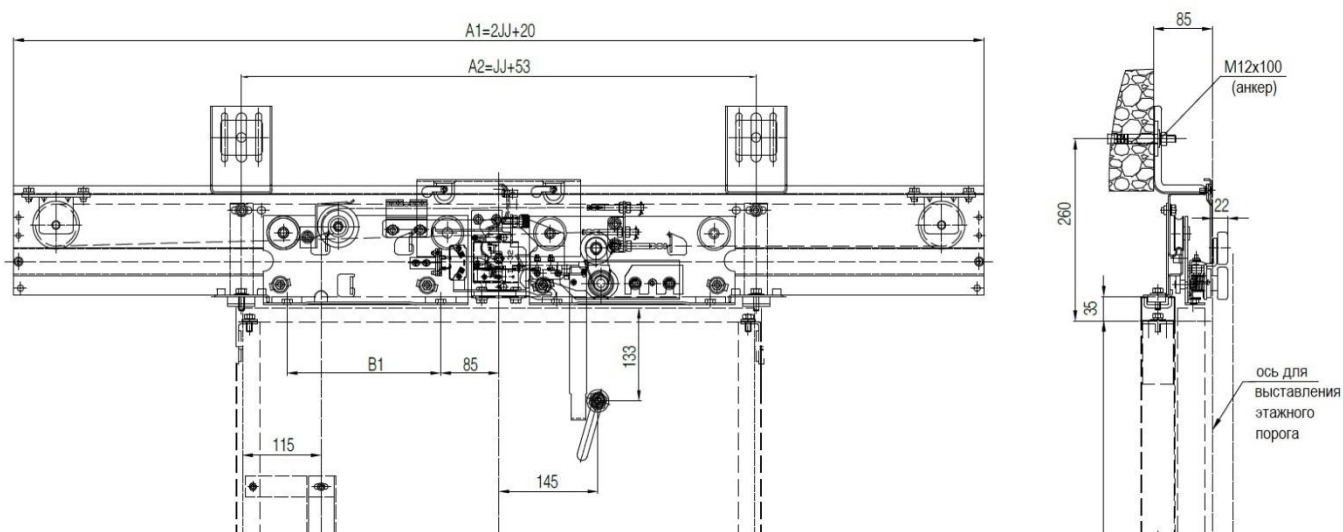

Рисунок 9.5 – Крепление этажного механизма (балки) к стене шахты
5. Монтаж этажного механизма начать с разметки кронштейнов крепления этажного механизма к стене (см. Рис. 9.5). Пробурить отверстия (при необходимости возможна установка кронштейнов через дополнительные закладные детали (металлические подложки и т.п.) путём приварки их к имеющимся закладным деталям минимум с двух сторон), установить этажный механизм. На самом механизме выбиты риски под ширину дверного проема.